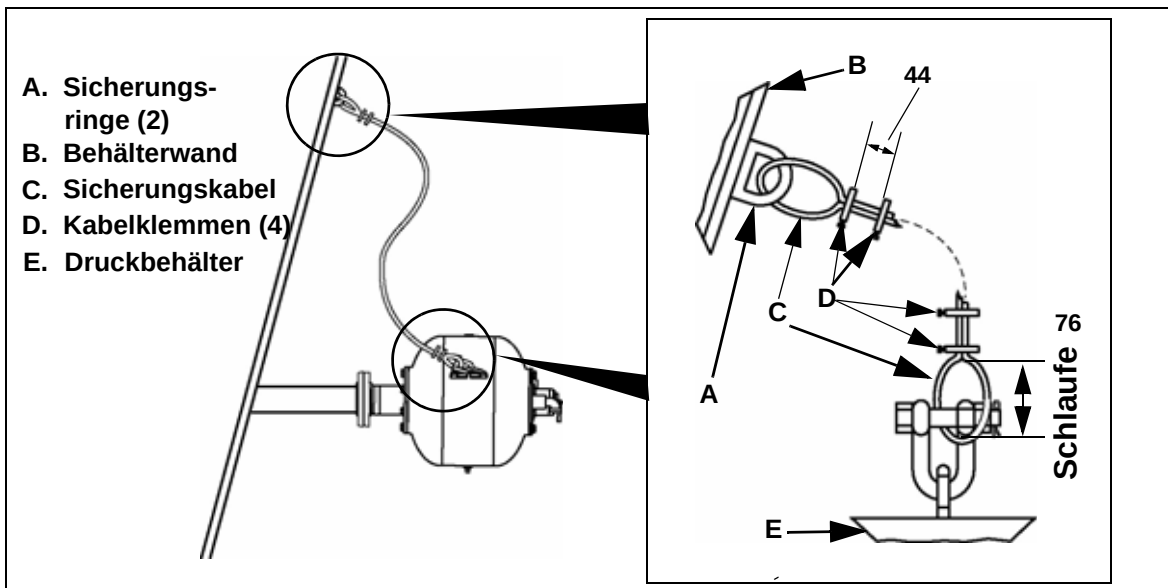

Abb. 3: Befestigung des Sicherungskabels
1. Den beiliegenden Sicherungsring (Pos. A in Abb. 3) mit einer 6 mm-Kehlnaht an die Behälterwand (B) schweißen..